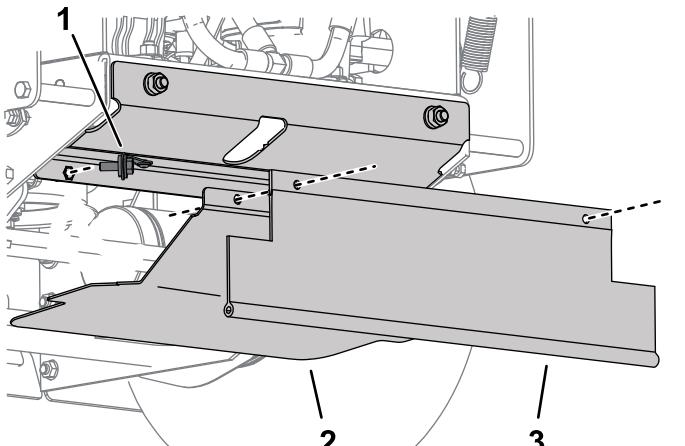

Bild 9
7. Montieren Sie die Unterseiten-Schutzvorrichtung zur Probe und passen Sie die Antriebsscheiben-Schutzvorrichtung ggf. an (Bild 9).
8. Befestigen Sie die Schutzvorrichtung an der Unterseite und ziehen Sie das Schutzblech zur Antriebsscheibenschutzvorrichtung; befestigen Sie sie mit den Schrauben, die in den Verbindungsleinen an der Antriebsscheibenabdeckung gefangen sind (Bild 9).